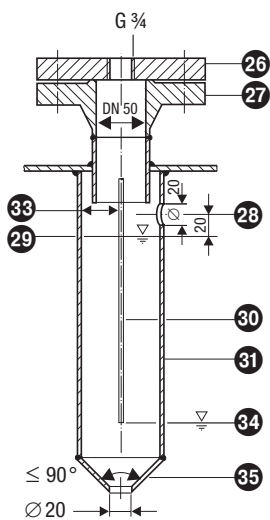

Fig. 16
- **Una** sonda di livello NRG 1...-51 può essere installata assieme ad una sonda di regolazione livello Gestra oppure ad una sonda per allarme di alto livello nello stesso tubo di calma. **Fig. 16.** Se la sonda (limitator di livello basso) NRG 1...-11 è installata all'interno del serbatoio, deve essere distante almeno 40 mm dal foro di sfogo superiore realizzato nel tubo di calma.